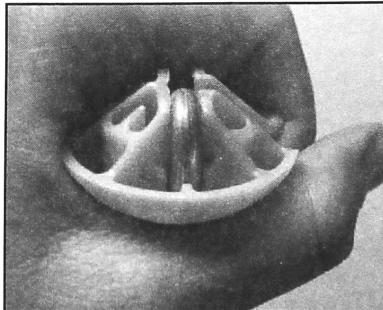

FIGURA 5
6. Sostenga la barra de suspensión con una mano y con la otra, jale la esfera de suspensión hacia arriba. Se sentirá un 'chasquido' cuando la barra esté totalmente asentada en la esfera. Vea la Figura 5.